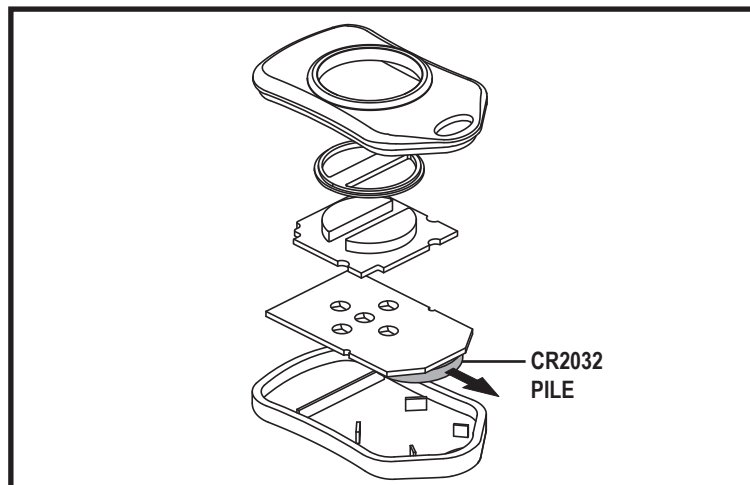

Figure 5. Remplacement de la pile
2. Retirez la pile bouton. **Voir la figure 5.**